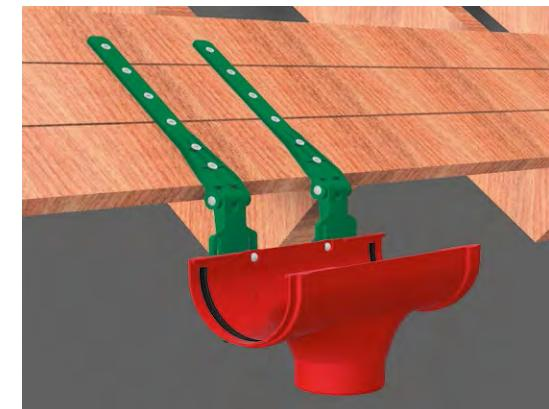

Рис. 27 Монтаж воронок PREMIUM и STANDARD на регулируемых креплениях
- Воронки BC PREMIUM и STANDARD устанавливается на два крепления регулируемых (Рис. 27).
■ При использовании креплений регулируемых, воронка устанавливается на два крепления. Элементы фиксируются на креплении регулируемом через проушины за счёт винтового соединения (Рис. 27).